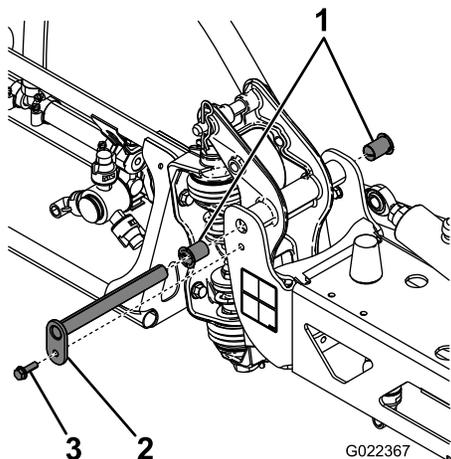

图 62
3. 支撑住喷洒臂的重量然后拆下将枢轴销紧固到喷洒臂组件的螺栓和螺母 图 62。
4. 卸下固定枢轴销的螺栓和螺母然后取下枢轴销 图 62。
6. 从枢轴支架的前后侧拆下尼龙轴套并进行检查 图 62。
7. 在尼龙轴套上涂上少量的机油然后将轴套装回到枢轴支架上 图 62。
8. 将喷洒臂和枢轴支架装回中心机架上与孔对齐 图 62。